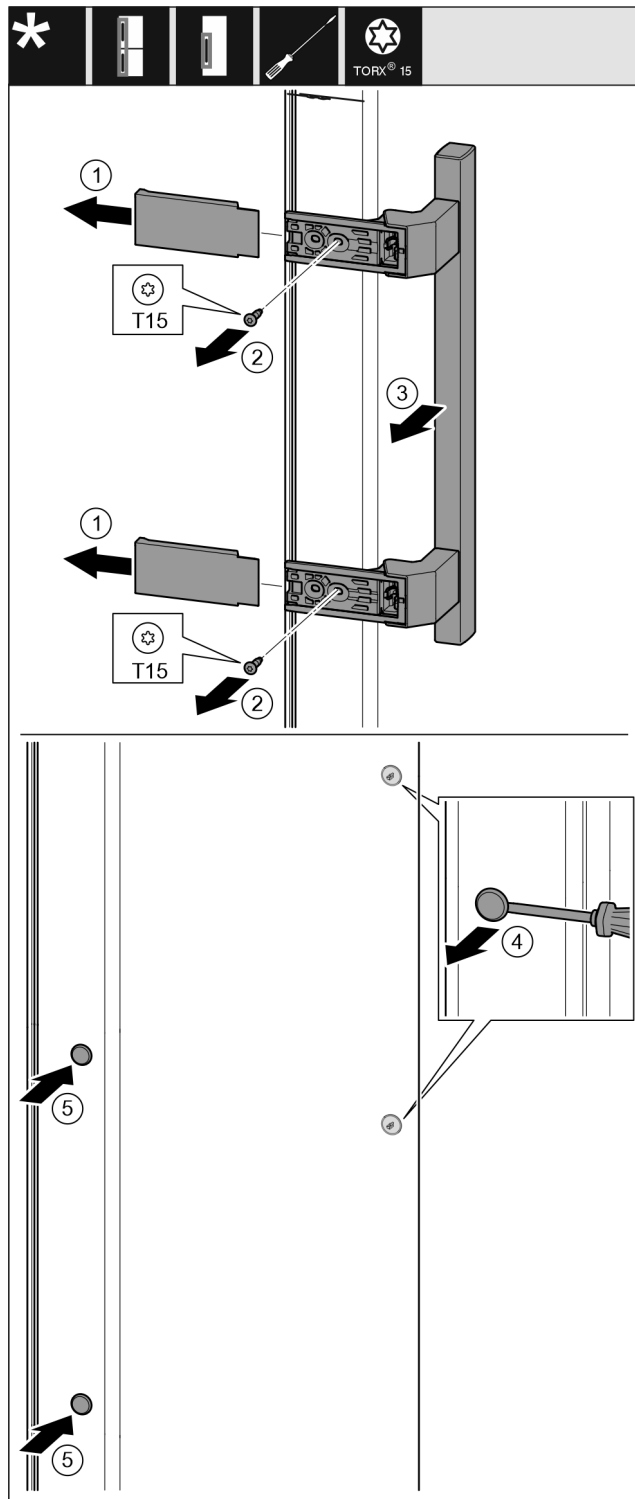

Fig. 14
- ▶ 拆下盖板。 Fig. 14 (1)
- ▶ 用 T15 螺丝刀将螺钉旋出。 Fig. 14 (2)
- ▶ 取下把手。 Fig. 14 (3)
- ▶ 用带槽螺丝刀小心地提起侧边的堵头并将其拉出。 Fig. 14 (4)
- ▶ 将堵头重新放入另一个侧。 Fig. 14 (5)